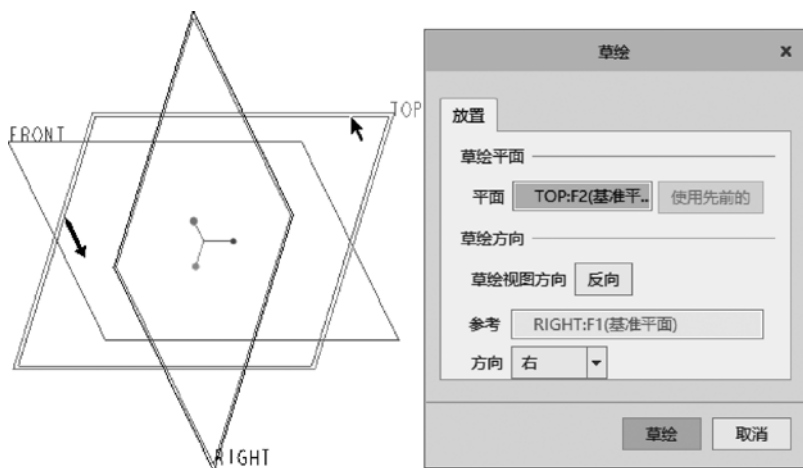

图 5-28 定义放置参考
(2) 在“拉伸”选项卡中打开“放置”面板，接着单击该面板中的“定义”按钮，弹出“草绘”对话框。选择 TOP 基准平面定义草绘平面，如图 5-28 所示，单击“草绘”按钮，进入草绘模式。也可以不用打开“放置”面板，而是直接在图形窗口中选择 TOP 基准平面作为草绘平面，从而快速进入草绘模式。